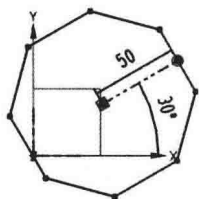

图 1-17 绘制正八边形
- (1) 在主菜单中选取“插入|草绘曲线|多边形”命令,在【多边形】对话框中输入“边数”为 8,“半径”为 50mm,“旋转角度”为 30°。
- (2) 单击“指定点”按钮,在【点】对话框中输入(40,30,0)。
- (3) 按 Enter 键后创建一个正八边形,如图 1-17 所示。